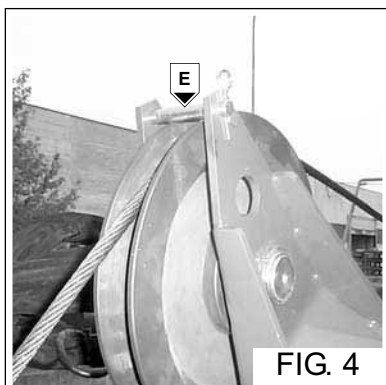

FIG. 4
- Introduire la corde dans la poulie en enlevant le tourillon (Fig. 4 - Réf. E).
- Insert the rope in the pulley, removing the pin (Fig. 4 - Ref. E).
- Introducir el cable en la polea quitando el perno (Fig. 4 - Ref. E).